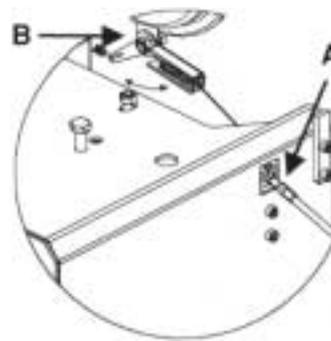

Рис. 31
3. Подсоедините трос в рычаг маневрирования сцепления (A)
4. Смонтируйте крепление с выступом поводка (B), чтобы сцепление не вращалось.
5. Натяните ремень натяжителем ремня (Рис. 31 A). Правильно отрегулированный ремень должно быть возможно двигать пальцем примерно на 0,5 см (Рис. 31 B). Отрегулируйте при необходимости консоль двигателя, смонтированную в продольном пазе, чтобы получить правильное натяжение ремня.